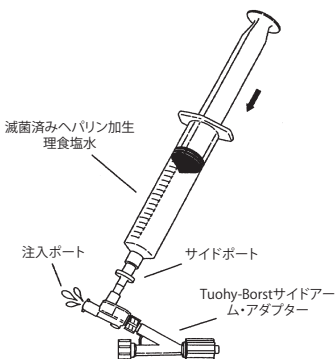

図2
4. デュアルチェックバルブを透明な Tuohy-Borst アダプターに接続します。Tuohy-Borstバルブは完全に閉める必要があります。ヘパリン加生理食塩水20 mlを入れたシリンジをデュアルチェックバルブ アダプターのサイドポートに接続し、注入ポートから徐々に空気を追い出します。(図2)